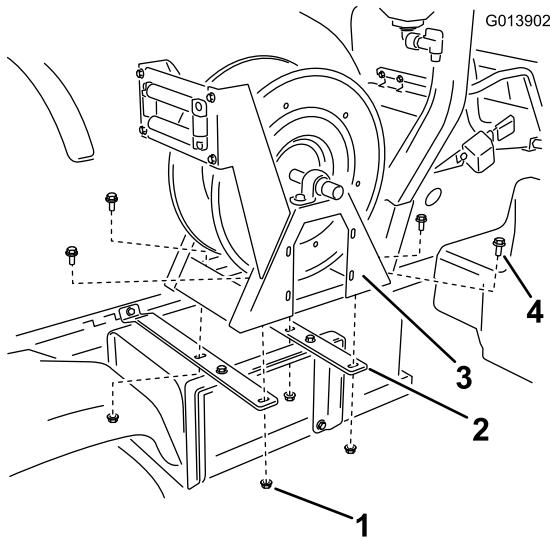

Bild 10
5. Montieren Sie den Schlauchwagen (Bild 10) mit 4 Bundbolzen (3/8 x 1/ Zoll) und 4 Bundmuttern (3/8 Zoll) an den Schlauchwagenriemen.